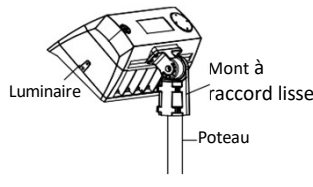

Figure 14
- Placez le support sur le poteau, puis serrez les quatre boulons. **Reportez-vous à la Figure 14.**